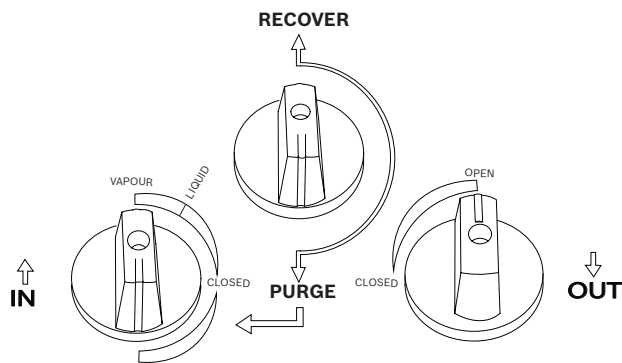

Fig. 5: Posiciones de las válvulas para purgar el refrigerante residual
4. Gire el mando de recuperación / purga (negro) del RG8.0 / RG4.0 a la posición PURGE (orientada hacia abajo) como se muestra en la Fig. 5.
5. Arranque el RG8.0 / RG4.0 y gire lentamente la válvula de control de entrada (azul) del RG8.0 / RG4.0 a la posición PURGE como se muestra en la Fig. 5.